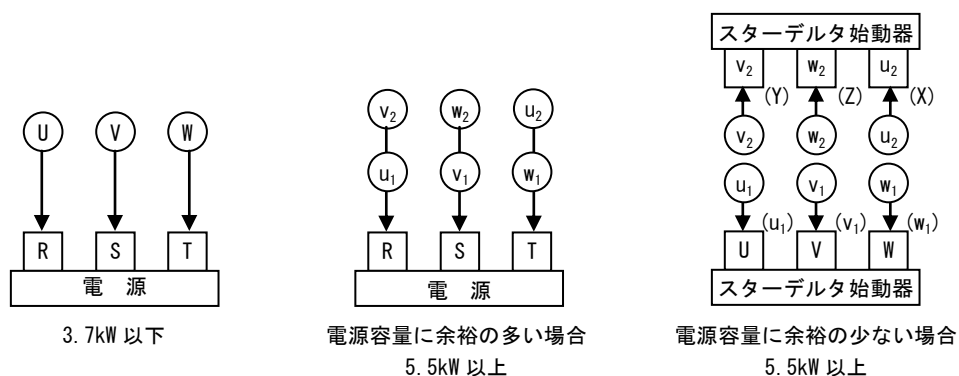

図 12 配線接続図
(1) 配線は図 12 または、電動機取扱説明書に従って行ってください。